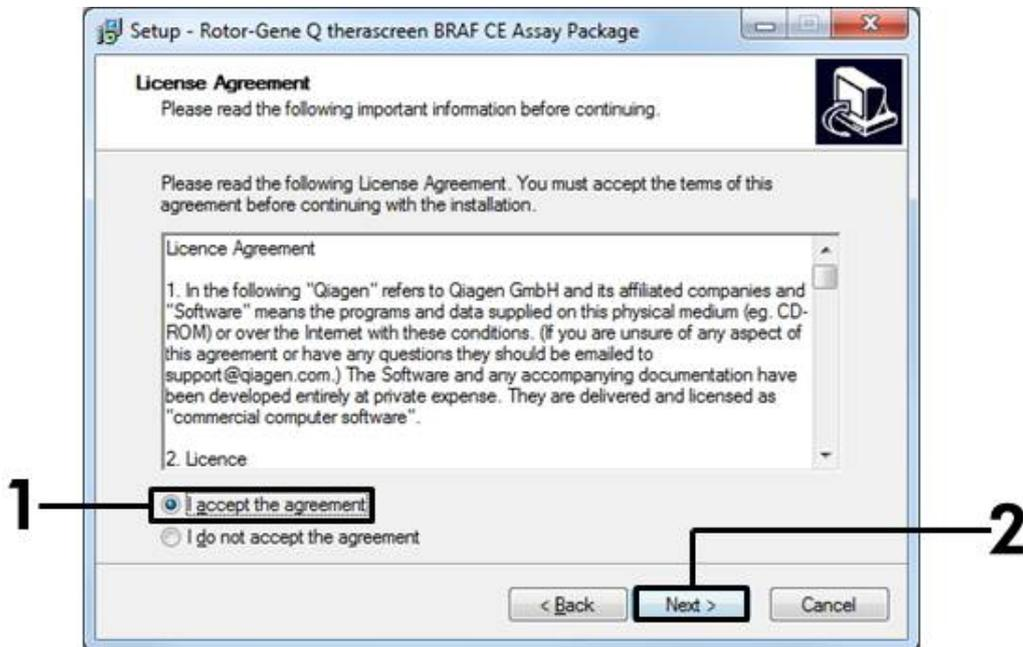

Figura 42. Finestra di dialogo "License Agreement" (Contratto di licenza). 1 = pulsante per accettare; 2 = pulsante "Next" (Avanti).
5. Leggere il contratto di licenza nella finestra di dialogo "License Agreement" e accettare i termini e le condizioni spuntando la casella "I accept the agreement" (Sottoscrivo il contratto). Fare clic su "Next" (Avanti) per proseguire (Figura 42).